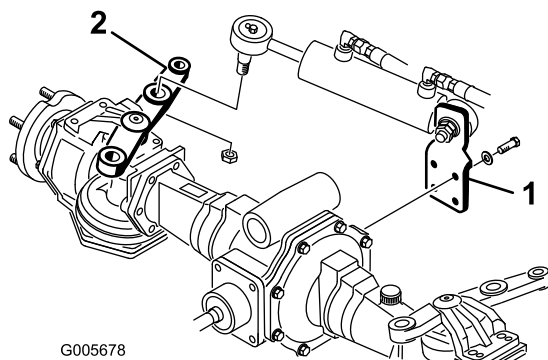

Figure 3
2. Montez le support de vérin à l'arrière du pont avec 4 vis (M10 x 30) et rondelles (Figure 3). Appliquez du Loctite 242, ou un produit équivalent, et serrez les vis à un couple de 65 à 81 Nm.